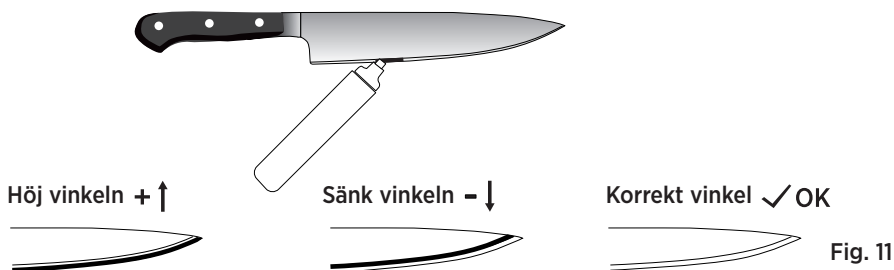

Fig. 11
Applicera en markering på skärebben. Justera stödstången uppåt eller nedåt vid behov och slipa eggen försiktigt. När markeringen är helt borttagen och en ren egg framträder (Se Fig. 11), visar vinkelvärde på skalan (A eller B) den korrekta slipvinkeln.
3. Vrid på vinkelåsknappen för att flytta stödstången uppåt eller nedåt vid behov och slipa skärebben försiktigt. När markeringen är helt borttagen och en ren egg framträder, är inställningen korrekt. (Se Fig. 11)